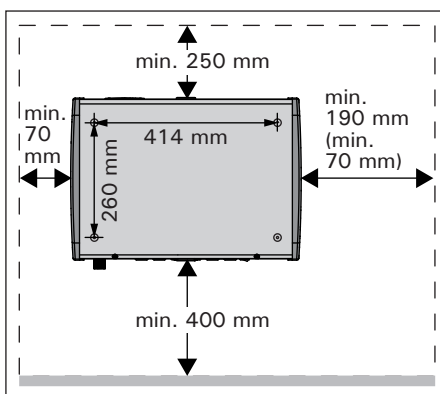

Рисунок 6. Параметры установки
- Место установки парогенератора отвечает требованиям относительно минимального безопасного расстояния (рисунок 6), а также соответствует требованиям, изложенным в пункте 2.2.
Парогенератор монтируется на стене, на высоте не менее 400 мм от пола (рис. 6). Закрепите